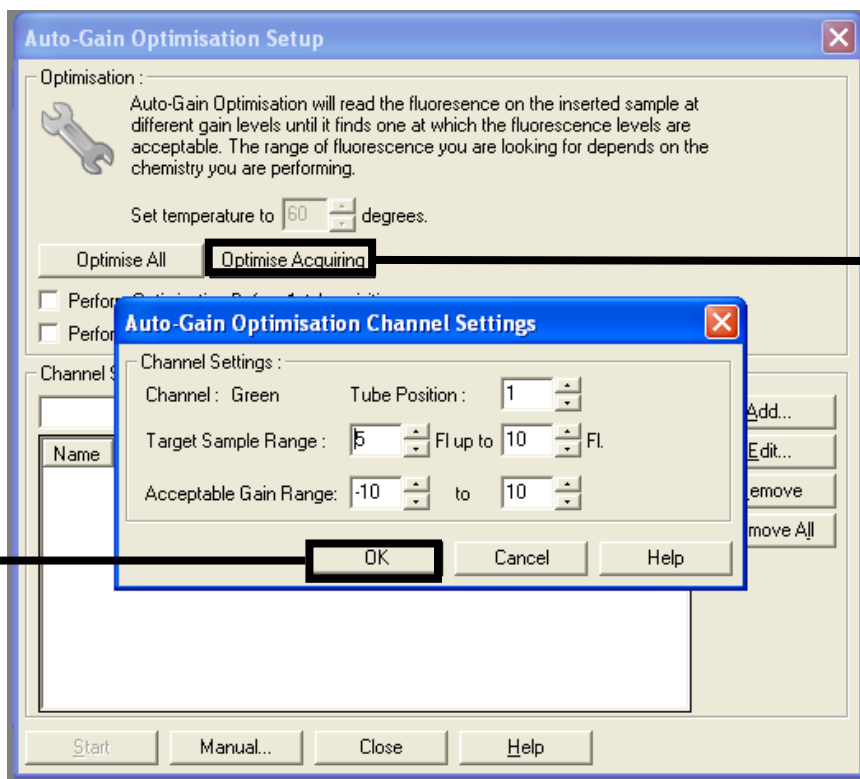

Figura 31. "Auto-gain Optimisation" (Otimização de ganho automático) para o canal verde.
13. Clique em **Optimise Acquiring** (Otimizar aquisição). Aparecem as definições de canal para cada canal. Clique em **OK** para aceitar estes valores predefinidos. (Figura 31).